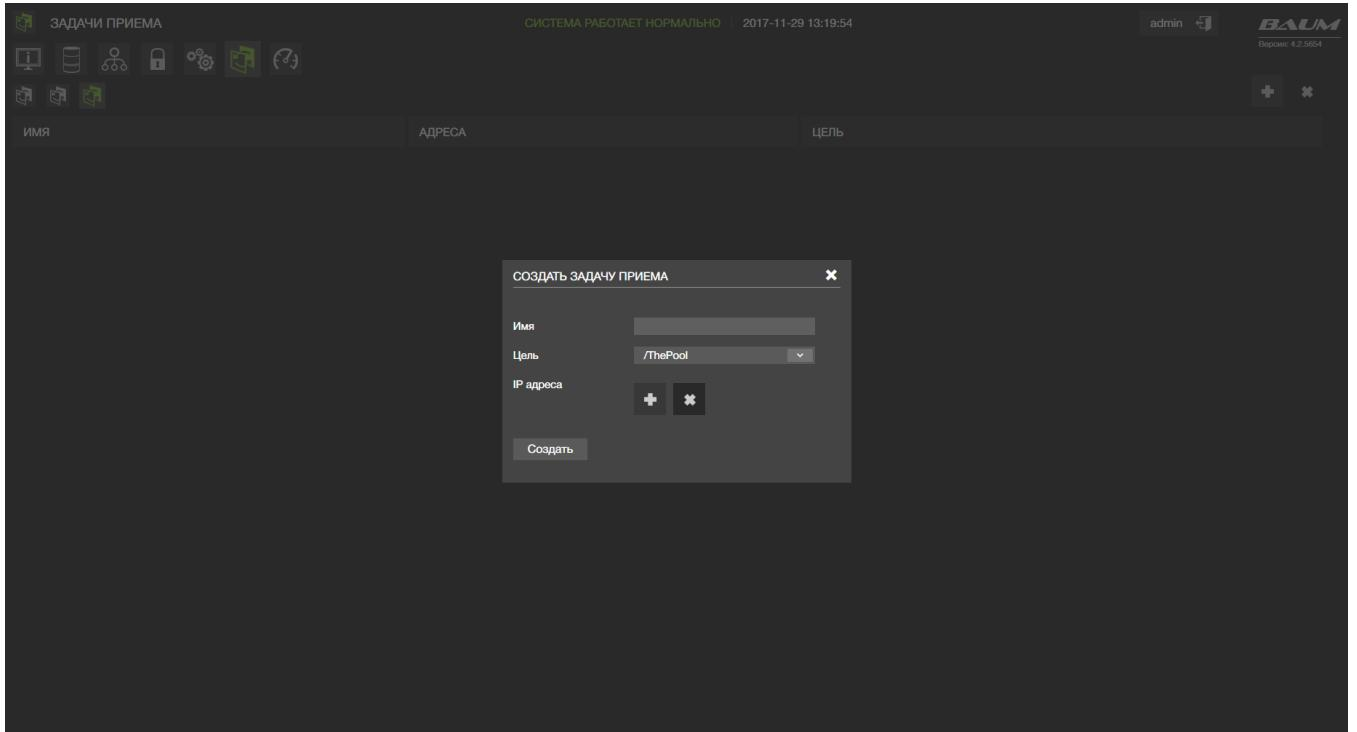

Рисунок 88 – Задача приема репликации
- 2) Нажать на кнопку «Создать новую задачу» (см. Рисунок 88)